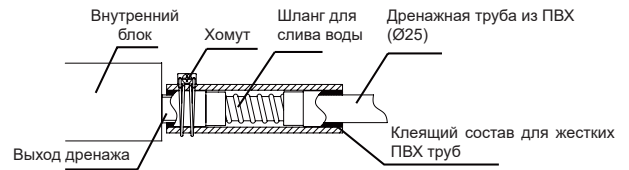

Рисунок 5.1
- Используйте теплоизоляционный кожух для дренажного трубопровода воды (принадлежность), чтобы связать трубы всасывания и слива воды внутреннего блока (особенно участок, проходящий в помещении), и используйте стяжку для дренажного трубопровода воды (принадлежность), чтобы плотно стянуть их так, чтобы воздух не проникал и не образовывал конденсат. См. рисунок 5.1.